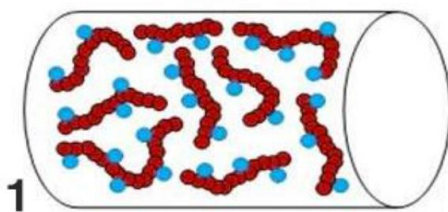

Рисунок 1
1. После поглощения влаги из воздуха, молекулы воды крепко связываются с полимерной цепочкой нити (рис. 1);